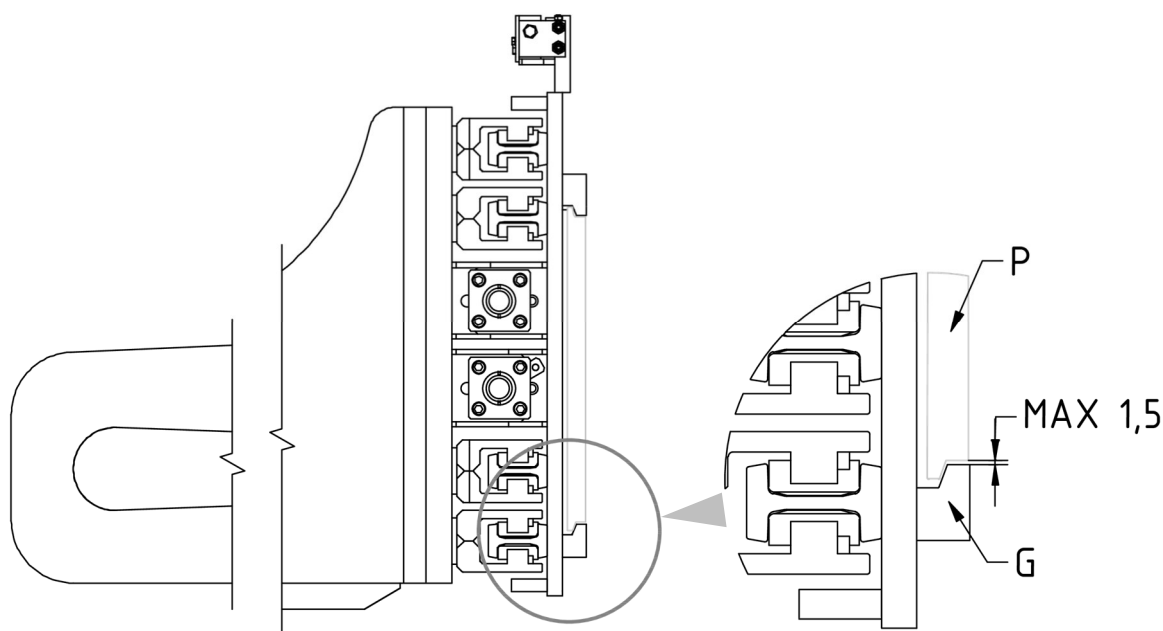

Figure 4
7. Revisser les 2 crochets inférieurs **G** de manière à ce que le corps de ceux-ci reste également accroché en dessous du tablier porte fourche **P** (avec jeu max. 1,5 mm, voir détail *Figure 4*), en serrant avec le couple de serrage indiqué dans le *tableau 3*.
3. Contrôler le jeu entre la partie inférieure du tablier porte-fourches et les crochets inférieurs de l'équipement, en vérifiant qu'il est comme indiqué dans la *Figure 4* (page 12) et le cas échéant, intervenir sur le serrage des vis qui les maintiennent.